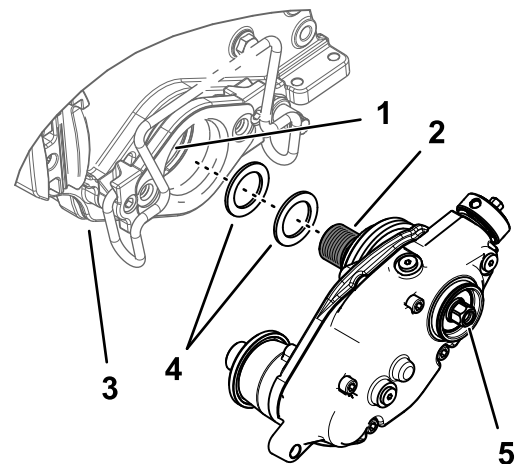

Figura 12
2. En el caso de una caja de transmisión del groomer instalada a la izquierda de una unidad de corte, monte 2 suplementos sobre las roscas del adaptador del molinete negro (Figura 12).
4. Fije la caja de transmisión del groomer al eje del molinete (Figura 12).
6. Mientras el molinete está inmovilizado, apriete la cabeza hexagonal del eje de la caja de transmisión a entre 135 y 150 N·m; consulte la Figura 12.